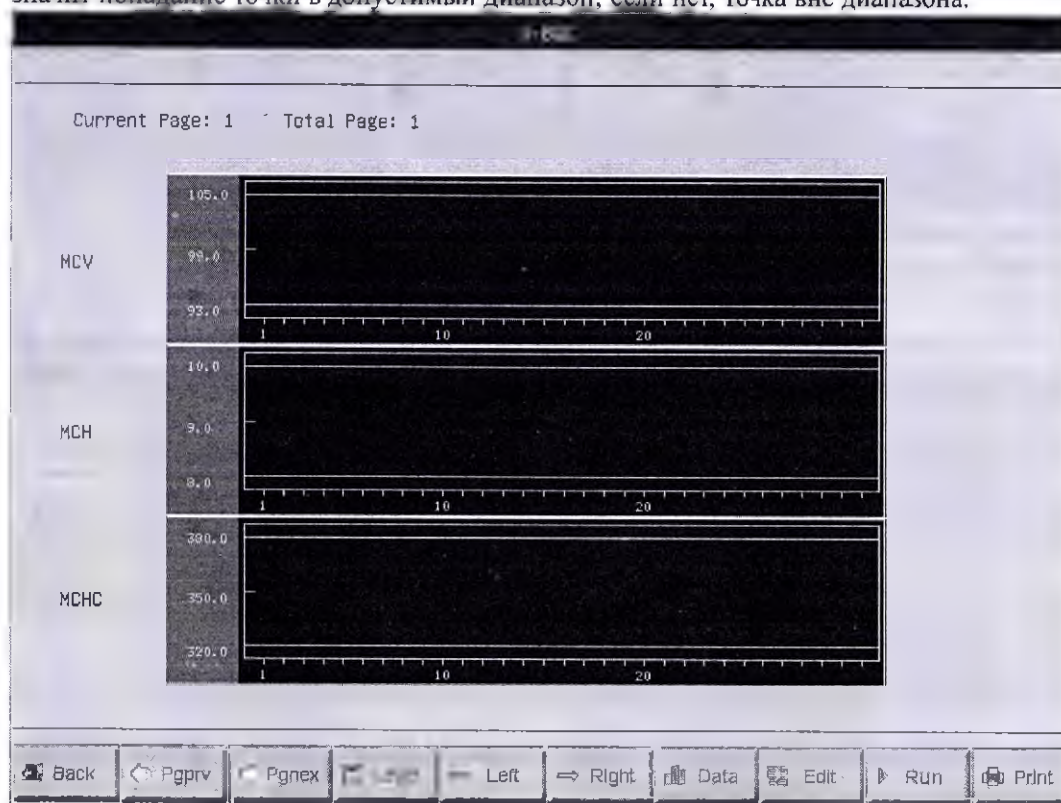

Рисунок 6-16 График КК X-B
Нажмите “Back” на окне QC Run или выберите соответствующий режим контроля качества в диалоговом окне (QC Mode), войдите в окно График КК X-B как показано на рис. 6-16. Оператор может просмотреть результаты КК по 3 параметрам. После окончания измерения группы образцов, результаты MCV, MCH и MCHC будут представлены точками на графике. Например, “X-BQC Run” включён (ON) и “Sample num” - 20, после 20 измерений, система подсчитает значения КК X-B и обозначит соответствующими точками на графике.
На окне графика КК (см. Рисунок 6-16), нажмите “Data”, оператор может просмотреть данные КК по 3 параметрам, как показано на рисунке 6-17. Нажмите “Left” или “Right” чтобы перейти на другую страницу. Оператор может просмотреть не больше 31 параметра. Нажмите “Del All” чтобы удалить все данные. Целевое значение (Assay) и предельное отклонение (Limit) могут быть введены или изменены в окне Редактирование КК.